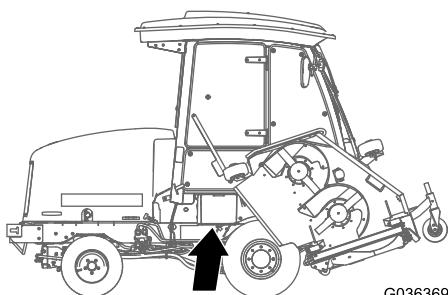

Figura 95
1. Abra a cobertura da bateria no lado do resguardo (Figura 95).
Nota: Pressione a superfície plana por cima da cobertura da bateria para facilitar a remoção da cobertura (Figura 95).